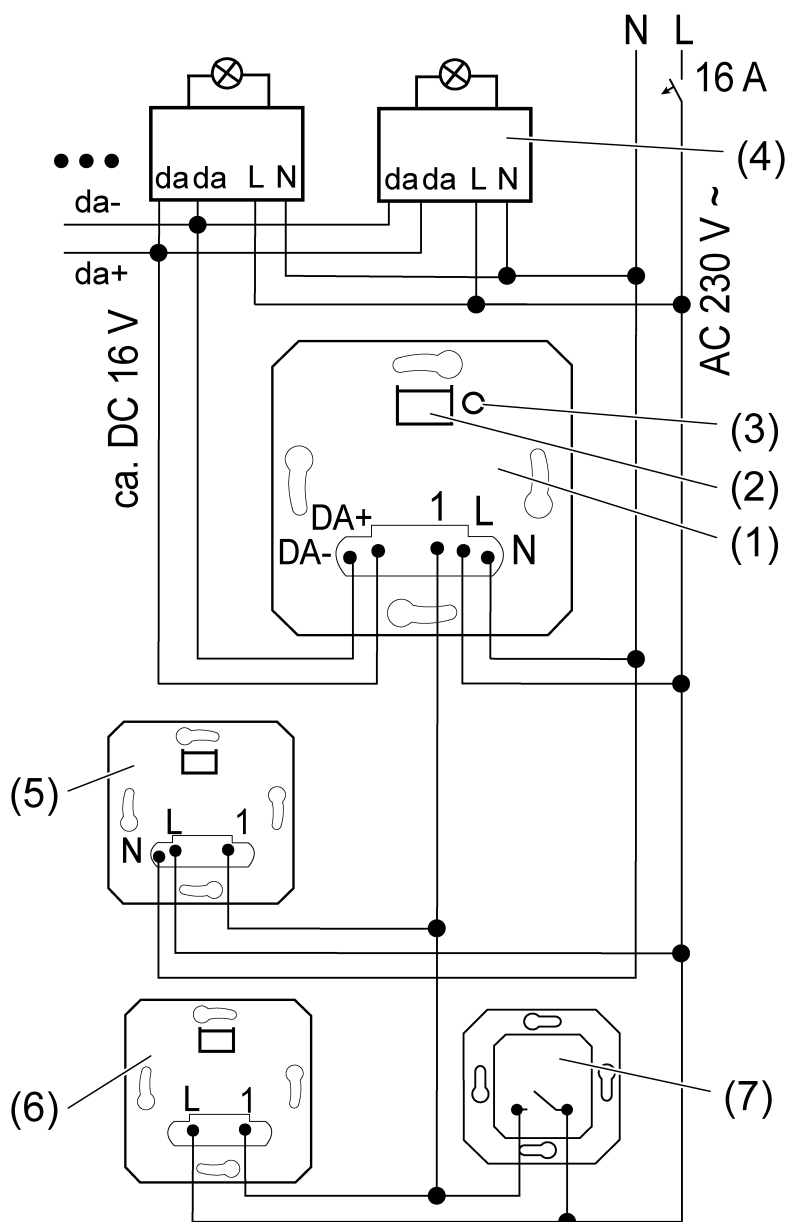

Figure 1: Schéma de raccordement avec postes auxiliaires en option
- Raccorder le mécanisme DALI (1) et le participant DALI (4) conformément au schéma de raccordement (voir figure 1).
- i** Un actionnement bref du bouton test (3) permet de commuter l'éclairage raccordé, même sans enjoliveur.